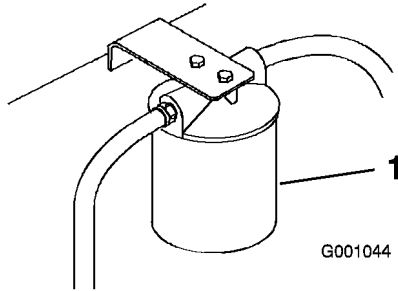

Bild 66
3. Stellen Sie eine Auffangwanne unter den Filter, bauen Sie den alten Filter aus und wischen Sie die Dichtungsfläche des Filterstutzens sauber (Bild 66).